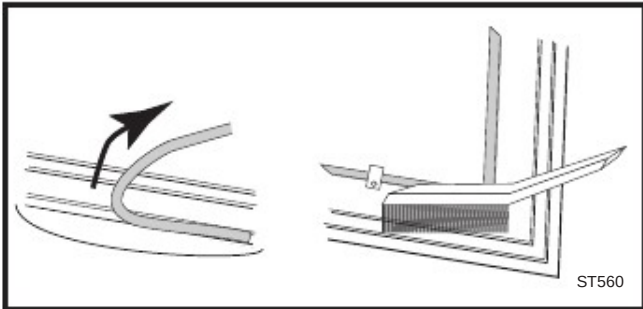

Рис. 45 Удалите прокладку, а затем прочистите канал при помощи щетки.
1. Снимите существующую прокладку, взявшись за конец и потянув на себя (Рис.45).
2. Используйте металлическую щетку или шуруповерт для того, чтобы прочистить канал от оставшегося цемента или частичек прокладки (Рис.45). Удалите несмываемые остатки цемента зубилом, при необходимости.